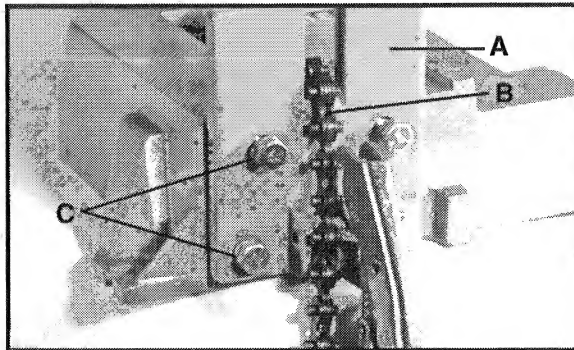
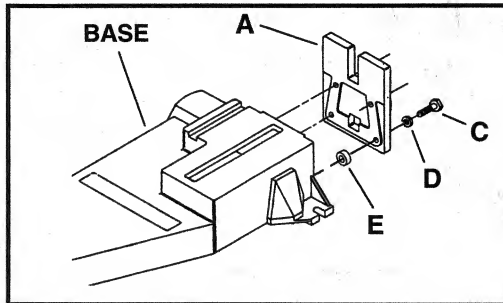

Fig. 4
Fig. 4A
4. Posicione el conjunto de abrazadera y tope-guía (A), Fig. 4, en la parte delantera de la base y pase la cadena (B) hacia arriba a través de la ranura de la superficie de trabajo de la manera que se muestra en la ilustración. Fije el conjunto de abrazadera y tope-guía a la parte delantera de la base utilizando los cuatro pernos de  $\frac{5}{16}$ " x 1" de longitud (C), Fig. 4A, arandelas de seguridad de  $\frac{5}{16}$ " (D) y separadores de  $\frac{1}{4}$ " de grosor (E). Apriete firmemente los pernos.